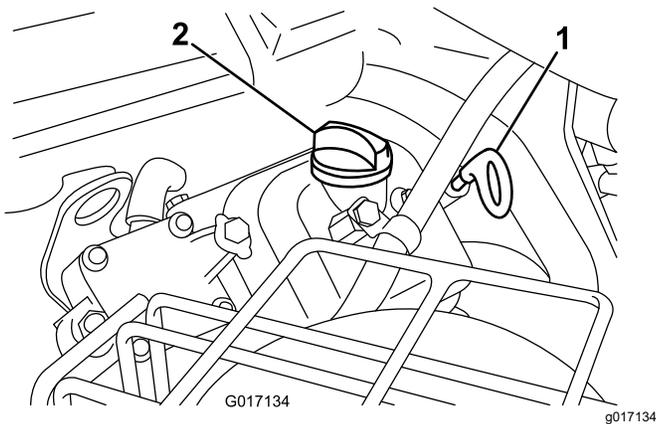

Figure 40
3. Remettez la jauge dans le tube et vissez-la dedans (Figure 40).